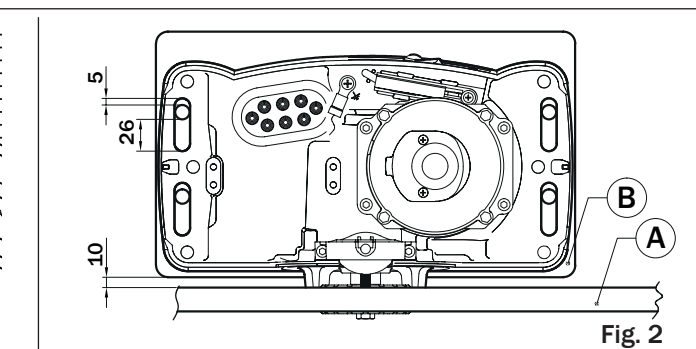

Fig. 2
- Posizionare il G30 sui 4 tiranti, come indicato in fig. 2. Se necessario, svitare i dadi della piastra di fondazione.
- Positionner le G30 sur les 4 tirants, comme indiqué dans la fig. 2. Si nécessaire, dévisser les écrous de la plaque de fondation.